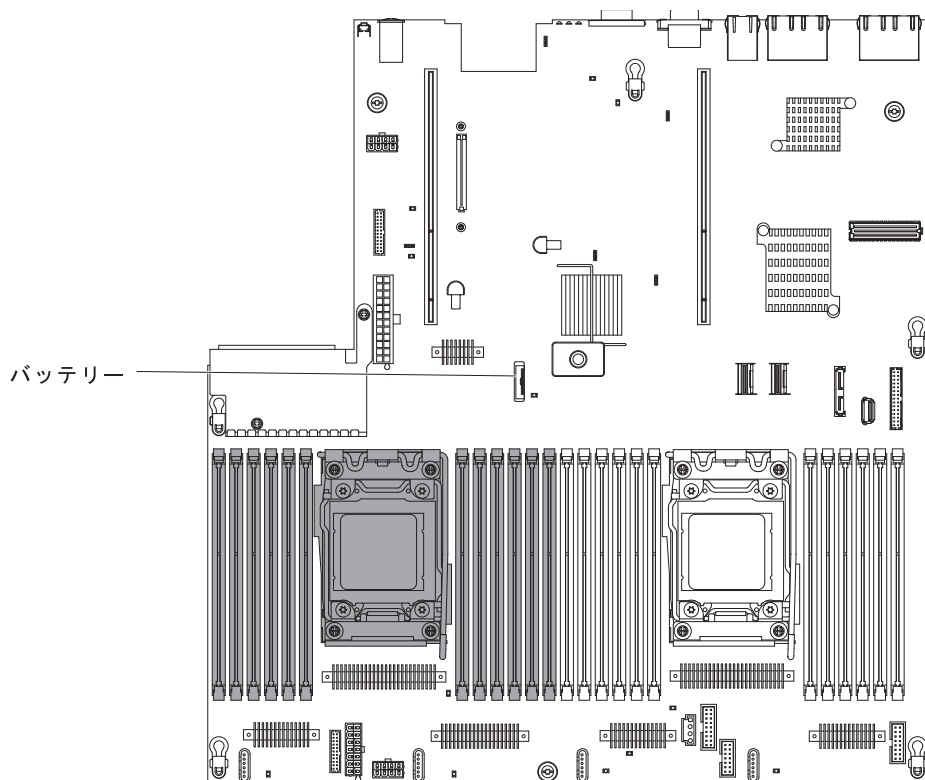

図 190. SAN ボリューム・コントローラー 2145-DH8 CMOS バッテリー・ホルダーの位置
2. 250 ページの図 190 に示すように、システム・ボード上のバッテリーの位置を確認します。